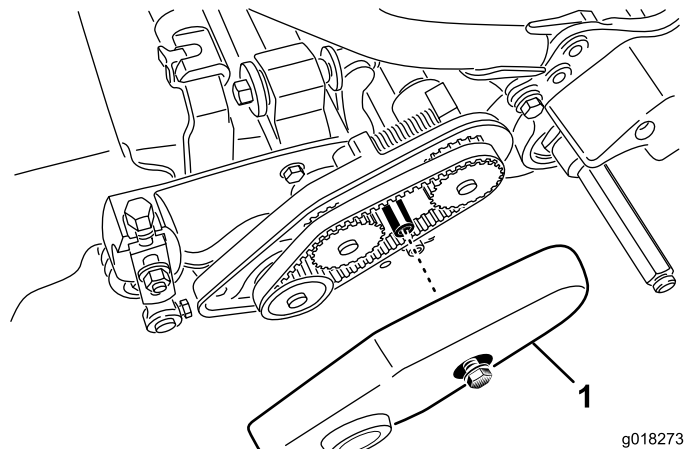

Рисунок 41
1. Ослабьте фланцевый болт крепления кожуха ремня и снимите кожух ремня для обеспечения доступа к ремню (Рисунок 41).